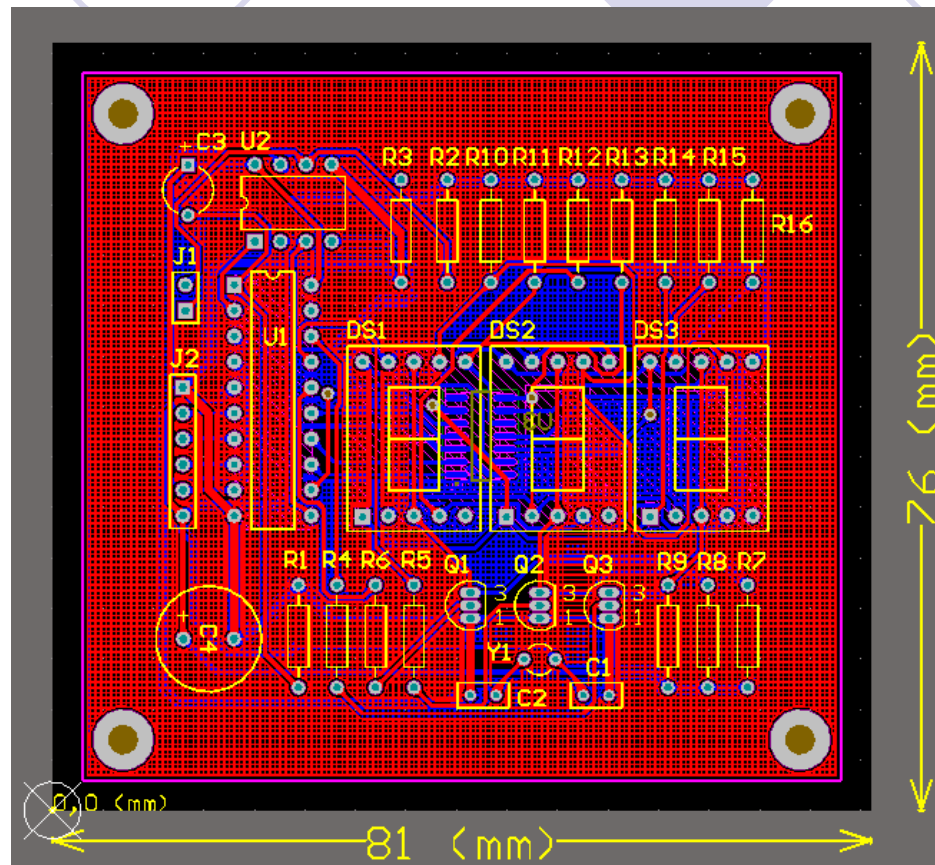

图10-42 标注的尺寸、坐标，重置坐标原点及铺铜的PCB板
- (1) 单击“Utilities”工具栏中的绘图工具按钮，在弹出的工具栏中选择坐标原点标注工具按钮，或者在主菜单中选择“Edit”→“Origin”→“Set”命令。
- (2) 此时鼠标箭头变为十字光标，在图纸中移动十字光标到适当的位置，单击鼠标左键，即可将该点设置为用户坐标系的原点（如图10-42所示），此时再移动鼠标就可以从状态栏中了解到新的坐标值。
- (3) 如果需要恢复原来的坐标系，只要选择“Edit”→“Origin”→“Reset”命令即可。